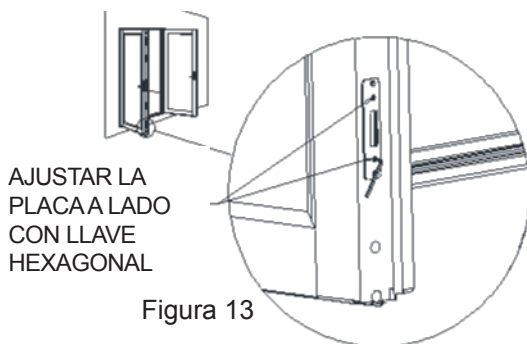

Figura 13
28. Utilice una llave hexagonal de  $1/8$ " (no incluido) para realizar los ajustes siguientes. Si es una sola puerta, ajustar las placas de cerradura en las jambas de marco. Si es una puerta doble, abra la puerta y ajustar las placas de cerradura en la lateral del panel inactivo (Figura 13). Hacer los ajustes necesarios hasta que los ganchos de Rhino funcionen correctamente.